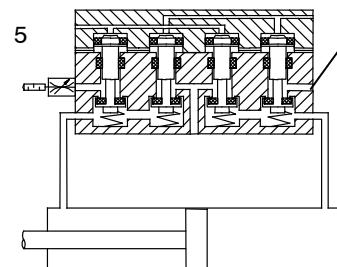

Fig. 3
- Используйте глушители с дросселем типа GRU-... непосредственно в выхлопных каналах распределителя (→ Fig. 3). В случае применения дросселей с обратным клапаном на подводящих линиях, направленных к цилиндуру, повышение давления для противодавления происходит слишком долго. Из-за слишком медленного роста противодавления позиционируемый цилиндр проходит дальше, за нужную позицию.